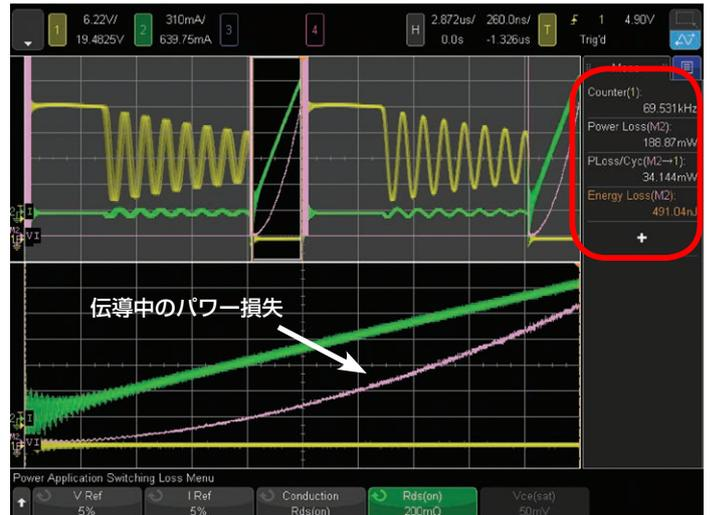

図20: 伝導フェーズ中のパワー波形部分の表示例
19. 波形演算垂直位置ノブをもう一度調整して、パワー波形(紫のトレース)を画面中央に配置します。この際、パワー波形が上にも下にもクリップされないようにします(図20)。波形演算垂直位置/スケールノブの調整は反復プロセスであり、その目的は下のズーム表示内でクリッピングなしに最適なスケールを実現することです。